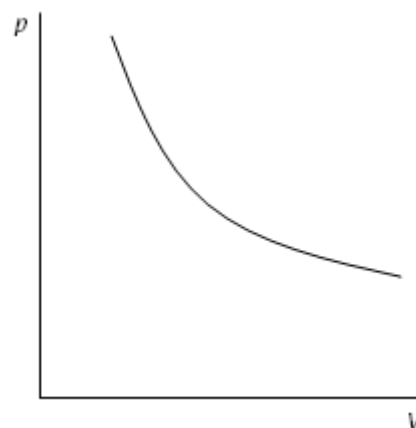

Fig. 1 Presión en dependencia con el volumen
- Se representa gráficamente la dependencia de la presión con $1/V$ y con V (ver Figs. 1 y 2)